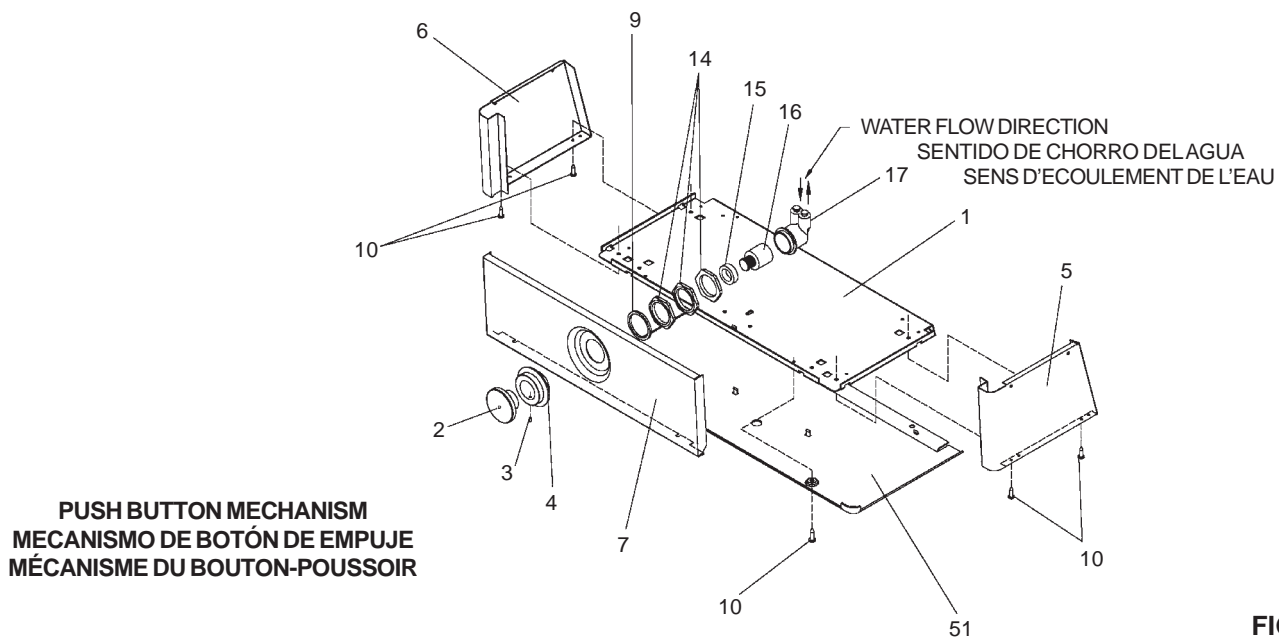

FIG.2
- 8) Stream height is factory set at 45-50 PSI. If supply pressure varies greatly from this, adjust the screw on regulator item 16 by using a small screwdriver through the small hole in the push button item 2 (See Fig.2). CW adjustment will raise stream and CCW adjustment will lower stream. For best adjustment, stream should hit basin approximately 6-1/2" (165mm) from bubbler.
- 8) La altura del chorro se ajusta en la fábrica a 45-50 PSI. Si la presión del suministro varía mucho de esto, ajusta el tornillo en el artículo de regulador 6 utilizando un destornillador pequeño por el hoyo pequeño en el artículo del pulsador 2 (Ve Fig.2). El ajuste en sentido horario elevará el chorro y en sentido contrahorario lo bajará. Para un ajuste mejor, el chorro debe chocar con el depósito aproximadamente a 6-1/2"(165mm) del borboteador.
- 8) La pression du jet est réglée en usine 3,1 et 3,4 bars. Si la pression de provision varie fort de ceci, ajuster la vis sur l'article régulateur 6 en utilisant un petit tournevis par le petit trou dans l'article de bouton de poussée 2 (Voit Fig.2). Un réglage dans le sens des aiguilles d'une montre relève le jet, et un réglage dans le sens contraire l'abaisse. Pour un réglage optimum, le jet doit frapper le bassin à environ 165 mm du barboteur.